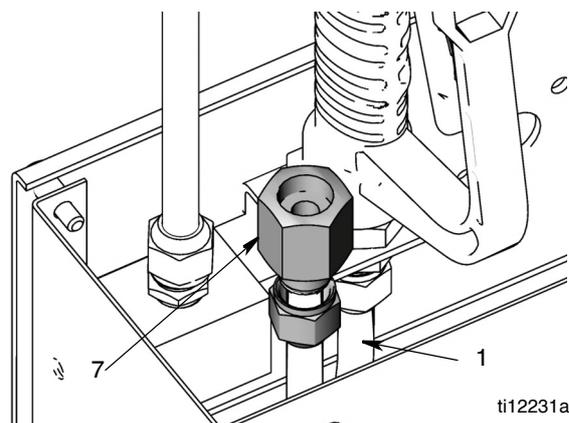

Рис. 24
- Отсоедините входной жидкостной патрубком (1) от входного жидкостного фитинга (7) (Рис. 24).